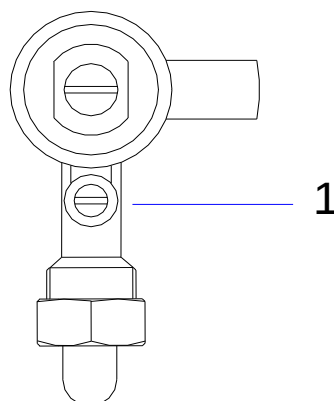

Fig.8
- b) Attraverso l'apertura del coperchio inserire un cacciavite e ruotare la vite (1) nella direzione Fig 8. In senso orario per ridurre il minimo fino al massimo o antiorario di mezzo giro per G30 / G31 e 2 giri per aumentare il minimo.